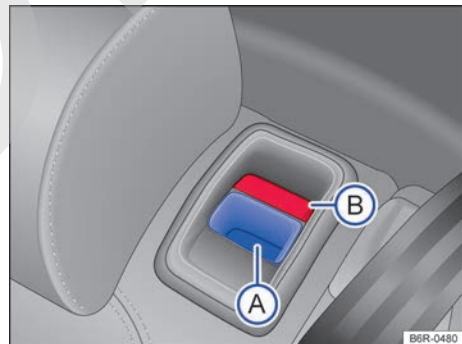

Fig. 64 Asiento trasero: tecla de desbloqueo (A); marca roja (B).
- Tirar de la tecla de desbloqueo → fig. 64 **A** hacia adelante y, al mismo tiempo, rebatir el respaldo del asiento trasero hacia adelante.
- La marca roja en el botón → fig. 64 **B** señala que el respaldo del asiento no está bloqueado. Comprobar siempre que la marca roja no sea visible cuando el respaldo del asiento trasero esté en la posición vertical.